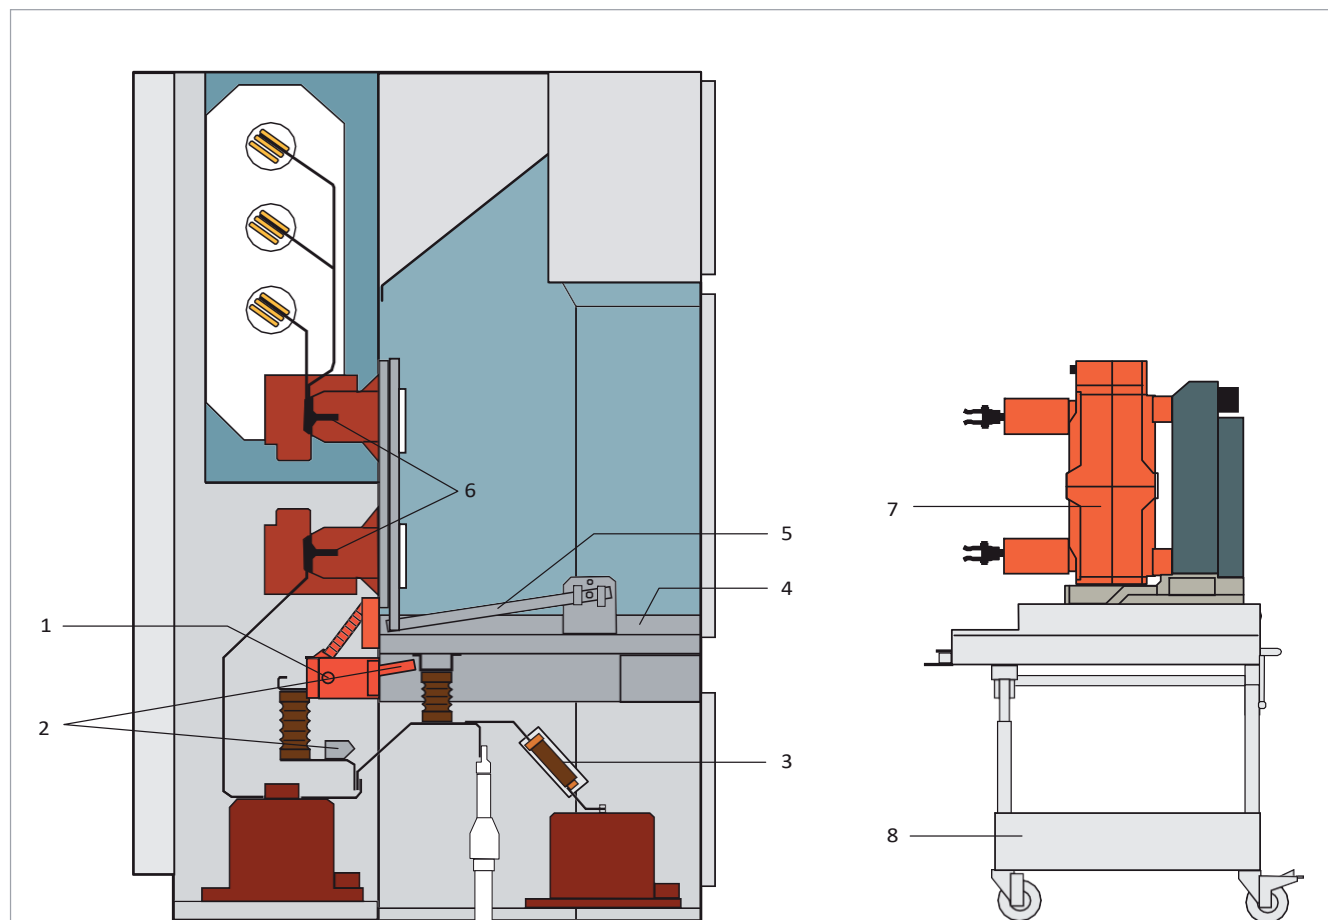

Fig. 11.2
- Retirer prudemment le fusible (Fig. 11.2, rep. 3) du contact de serrage. Vérifier la propreté des surfaces de contact et, si nécessaire, nettoyer (voir sect. 11.3). Enficher un nouveau fusible; remonter le panneau boulonné du compartiment de connexion de câbles.